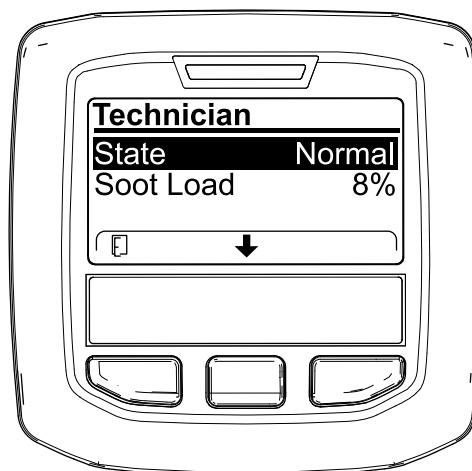

図 31
- DPF 稼働記録表で、現在の DPF の状態を確認する図 31。